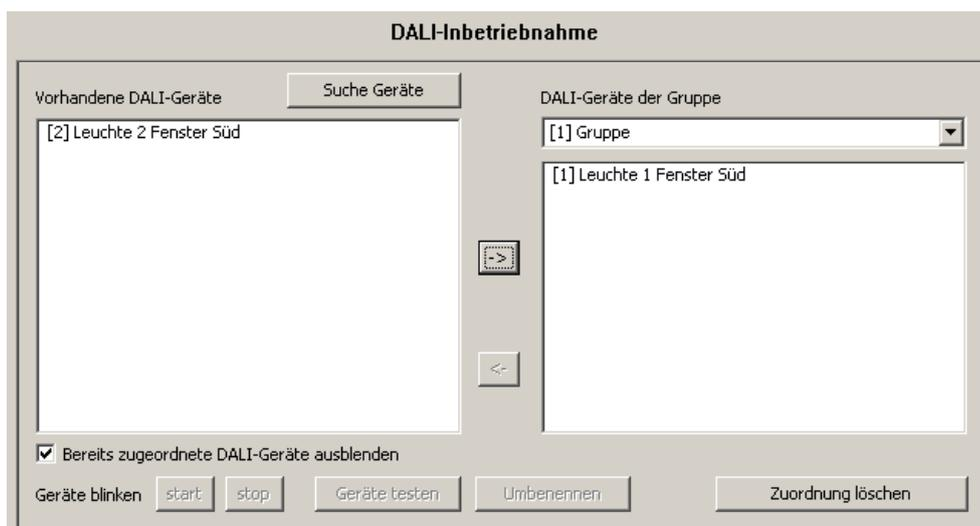

Bild 41: Betriebsgerät einer Gruppe zuordnen
- Eines oder mehrere vorhandene DALI-Betriebsgeräte der Gruppe zuordnen. Die zugeordneten Betriebsgeräte werden im linken Teilbereich aus dem Listefeld entfernt und erscheinen für die ausgewählte Gruppe im rechten Bereich (vgl. Bild 41).